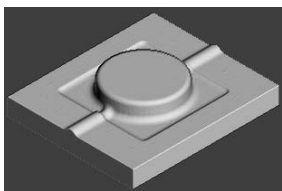

图 3-156 仿真加工结果
2) 在“仿真”工具栏的“当前刀具路径”下拉列表中选择要模拟的刀具路径 semifinish, 然后单击“执行”按钮, 系统开始自动仿真加工, 仿真加工结果如图 3-156 所示。